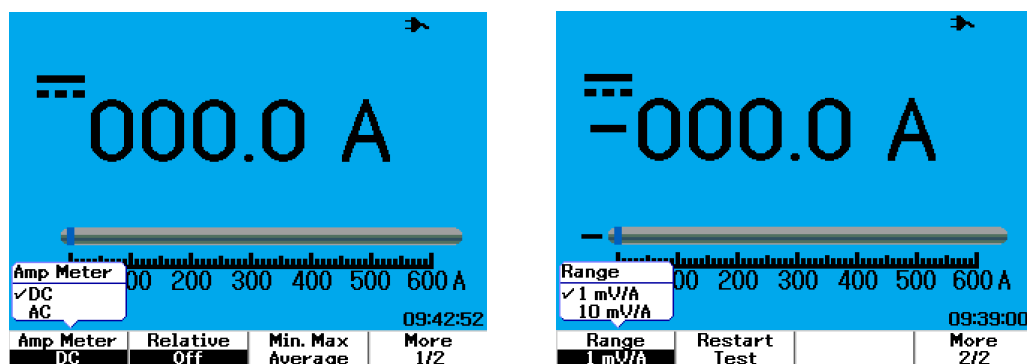

Figura 4-9 Misurazione della corrente
- 4 Nel sottomenu Ampere Meter, premere F1 per selezionare la misurazione della corrente CA o CC (fare riferimento alla Figura 4-9).
- 7 Premere F1 nella pagina 2/2 per selezionare l'intervallo di misurazione (fare riferimento alla Figura 4-9). L'intervallo di misurazione è selezionato in base all'impostazione dell'adattatore di corrente (1 mV/A o 10 mV/A).